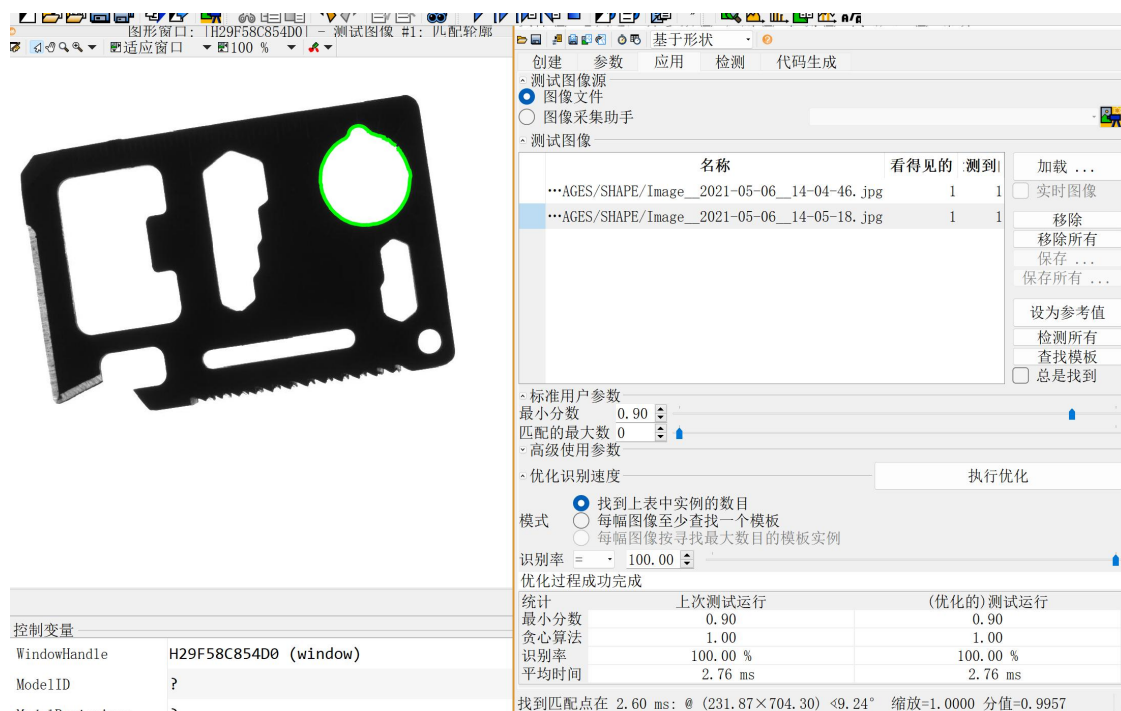

图 2-6 匹配助手“应用”选项卡
④ 点击“应用”选项卡，在该选项卡中设置加载图像文件的路径，选择进行模板匹配的图像（可以提前拍摄存储至硬盘，也可以连接相机实时拍摄），然后设置匹配参数，比如匹配最小分数、匹配最大数等，也可以使用默认值。这里推荐点击“执行优化”按钮，系统自动找到最佳参数值。如图 2-6。